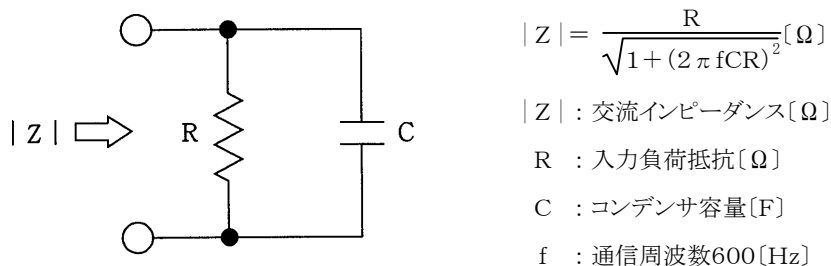

図3 受信計器入力回路の等価回路
(2) 伝送ループ中の受信計器において、入力負荷抵抗と並列に比較的大きな容量のコンデンサが接続された回路構成になっている場合(例. フライングキャパシタ入力方式)
- 入力回路の等価回路が図3のようになり、入力負荷抵抗 R が通信可能範囲であってもコンデンサ C が通信で使用している周波数成分を吸収し、通信不能になる場合があります。